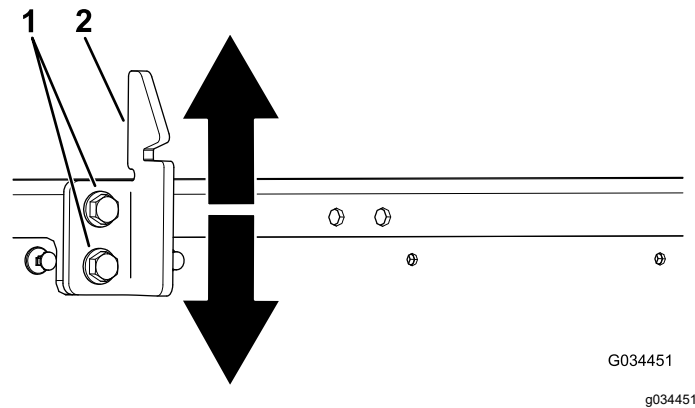

图 53
- 3. 拧松货箱门锁撞销上的 2 个螺栓并向上或向下取决于撞销过高还是过低移动撞销图 53。
- 4. 拧紧货箱门锁撞销上的 2 个螺栓图 53。